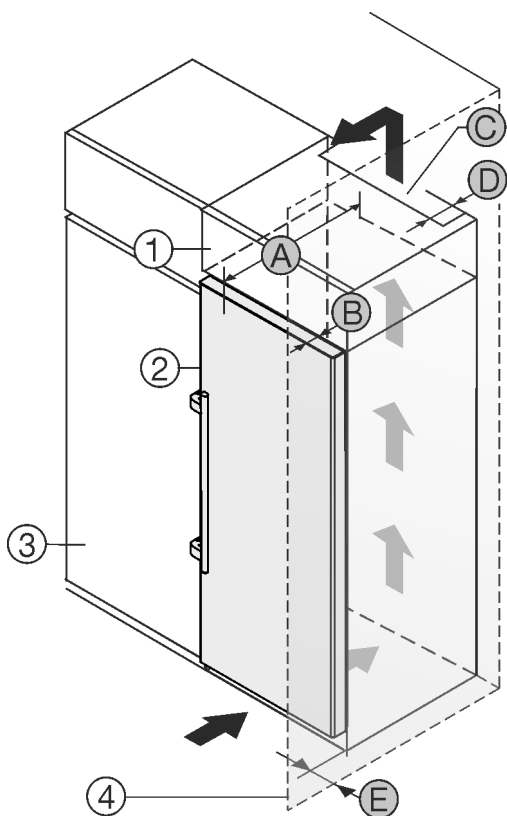

Fig. 2
- (1) Szafka nakładana*
- (2) Urządzenie*
- (3) Szafka kuchenna*
- (4) Ściana*
- (A) Głębokość urządzenia*
- (B) Głębokość drzwi*
- (C) Przekrój wentylacyjny*
- (D) Odstęp tylnej ściany urządzenia*
- (E) Odstęp od boku urządzenia*
Urządzenie można ustawić bezpośrednio obok szafki kuchennej Fig. 2 (3).*
Na tylnej ścianie szafki nasadzonej wymagany jest wywiewny kanał wentylacyjny o głębokości Fig. 2 (D) na całej szerokości szafki.*
Pod sufitem pomieszczenia należy zachować przekrój wentylacyjny Fig. 2 (C).*
Jeżeli urządzenie będzie ustawiane z zawiasami do ściany Fig. 2 (4), to pomiędzy urządzeniem i ścianą należy zachować minimalny odstęp, wynoszący 57 mm. Na taką odległość wystaje klamka przy otwartych drzwiach.*
By móc całkowicie otworzyć drzwi, urządzenie musi wystawać przynajmniej o głębokość drzwi Fig. 2 (B) za front szafki kuchennej. W zależności od zastosowania elementów dystansowych urządzenie może wystawać jeszcze bardziej.*